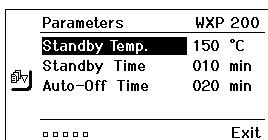

Fig. 12
- Seleccionar el punto de menú mediante el selector giratorio (5). El punto seleccionado aparecerá sobre un fondo negro (p. ej. "Standby Temp.", véase la Fig. 12).